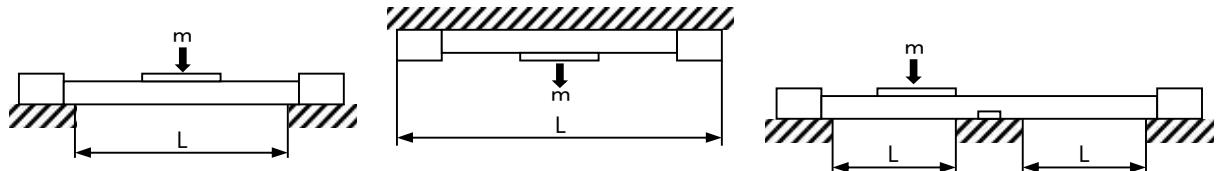

図 6
- ・自重、負荷等によってはシリンダチューブにたわみを生じます。そのような場合、図 6 に示す支持間隔＝ $L$  がグラフ値（図 7）以下になるように中間位置をサイドサポートにて支持してご使用ください。